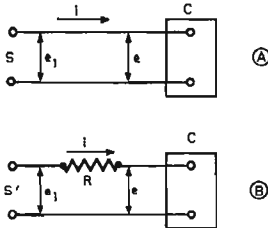

FIG. 3
Soit, par exemple, le cas du circuit C de la figure 3 et soit S la source de courant qui l'alimente. Si cette source alimente également d'autres circuits de consommation importante, une augmentation ou une diminution de consommation de C sera décelable par la mesure de la tension e aux bornes de C dans le cas (B) mais non, en général, dans le cas (A).